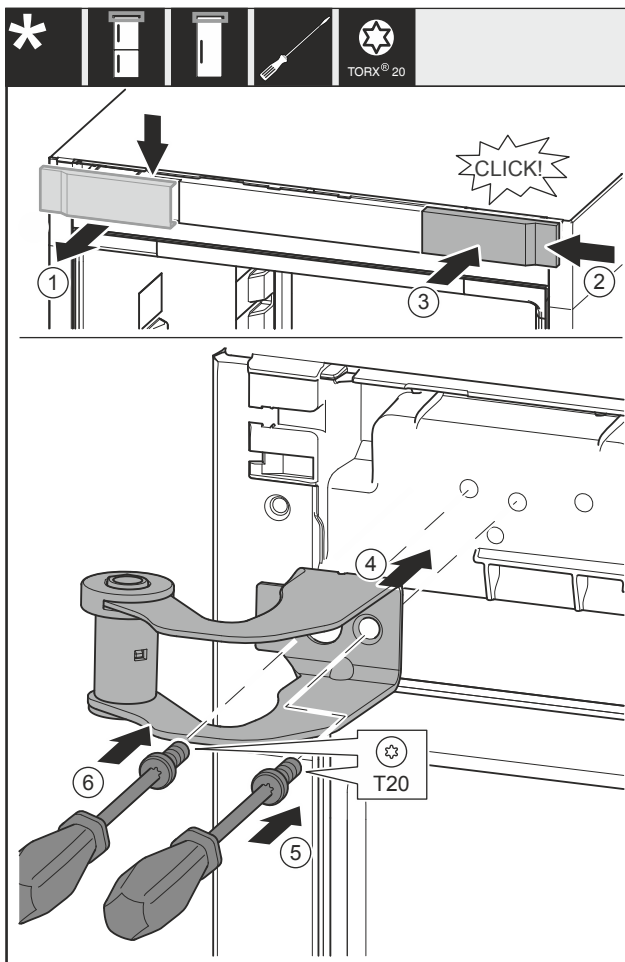

Fig. 13
- Rimuovere la copertura Fig. 13 (1) dall'alto in avanti.
- Agganciare da destra la copertura Fig. 13 (2) ruotata di 180° sull'altro lato.
- Innestare la copertura Fig. 13 (3).
- Applicare la staffa di supporto superiore Fig. 13 (4).
- Stringere la vite Fig. 13 (5).
- Stringere la vite Fig. 13 (6).